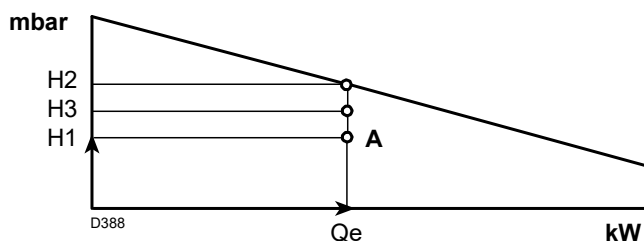

Abb. 3
- 4 Ziehen Sie eine Senkrechte vom Punkt A (Abb. 3), und lesen Sie den maximalen Druck H2 des Betriebsbereichs ab.
Ist H3 größer als H1 (Abb. 3), kann der Brenner den geforderten Durchsatz erzeugen.